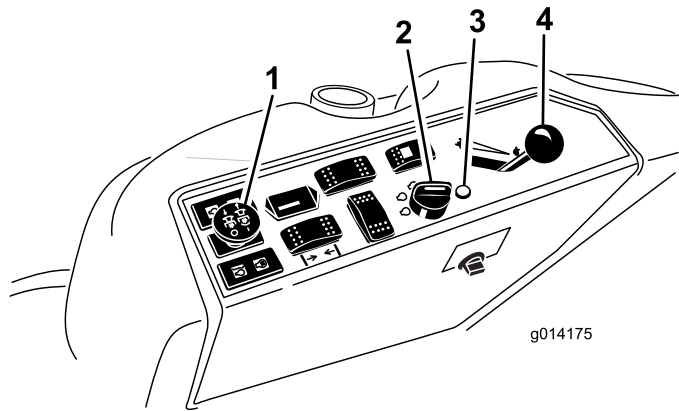

Figura 13
4. Disinserite la presa di forza (posizione Off) (Figura 13).
5. Portate la leva dell'acceleratore al centro tra le posizioni Minima e Massima (Figura 13).